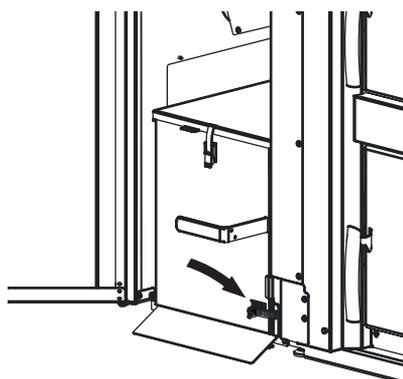

Fig. 33 Spannbügelverschluss öffnen
- ▶ Rechten unteren Spannbügelverschluss lösen – Fig. 33.